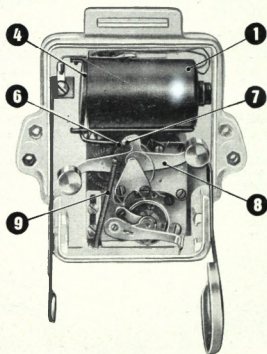

Fig. 31
du type blindé (1) situé à la partie supérieure (fig. 31). On a vu, (chapitre VII-calibre AL) que ce type d'électro-aimant est celui qui donne le maximum de rendement. L'armature (4) de l'électro-aimant